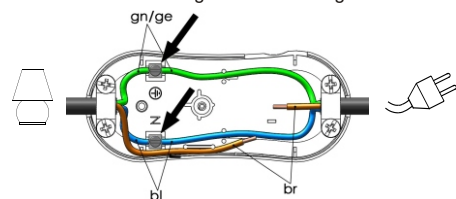
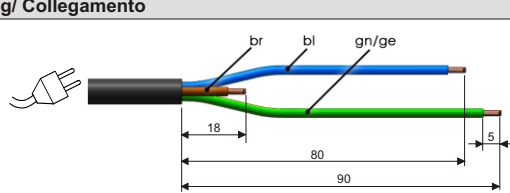

Bild 2 / illustration 2 / figure 2 / foto 2 / figura 2
Bild 3 / illustration 3 / figure 3 / foto 3 / figura 3
6. Fixez les brins à l'aide des pinces de décharge de traction jointes, connectez le conducteur de terre (gr/ge) et le conducteur neutre (bl) (Fig.2), réinstallez la carte imprimée (Fig.3), connectez le conducteur de phase (br) (Fig.4).
6. Fissare i conduttori con gli elementi di scarico della trazione in dotazione, collegare terra (gr/ge) e conduttore neutro (bl) (Fig. 2), inserire la scheda (Fig. 3), collegare la fase (br) (Fig. 4)